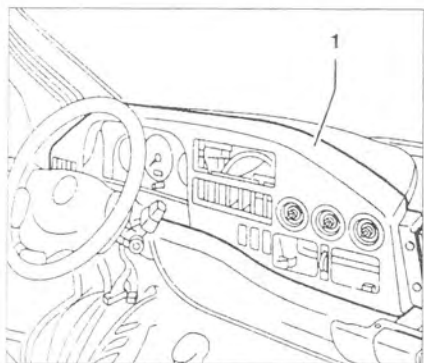

Рис. 9.20. Отсоедините панель 1 сверху и переместите ее назад.
9. Отсоедините панель 1 сверху и переместите ее назад (рис. 9.20). Отсоедините разъемы от всех выключателей. Снимите панель 1.